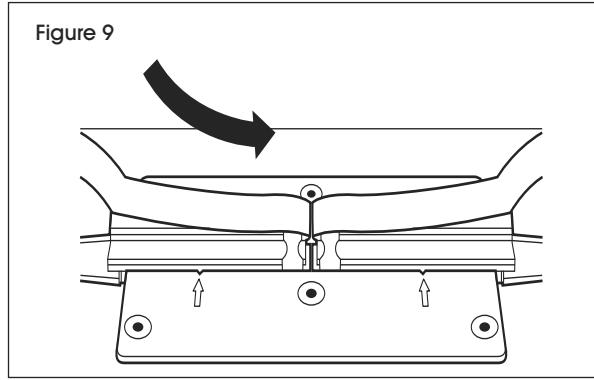

Figure 9
9. Encluez la buse de gauche en place sur la plaque de buse blanche. Un déclic audible confirmera que la buse est bien en place. (Voir Figure 9)